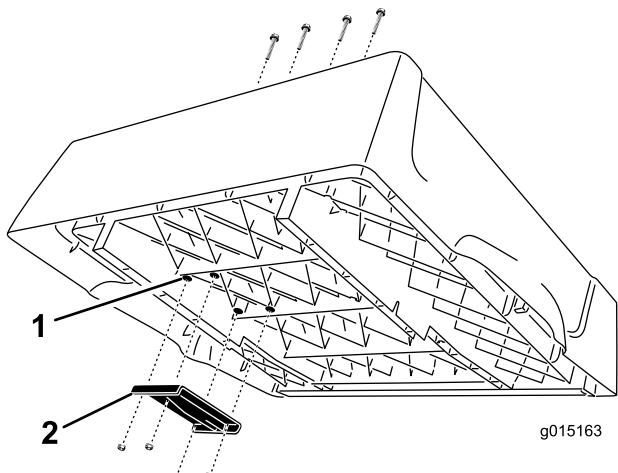

図 4
1. 荷台の右側の裏側にあるボス(4ヶ所)を探し出す(図 4)。3/8 インチのドリル・ビットを使って、ボスから荷台表面まで、4 つの貫通口を注意深く開ける。
2. 荷台の裏側に、上側昇降ブラケットを取り付ける；十字平頭ねじ (3/8 x 2-1/2 inches) (4本) とフランジ・ロックナット (Whiz lock) (3/8 インチ) を使用する。ブラケットは 図 4 のように組み付ける。